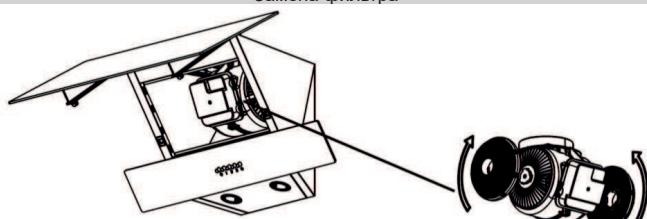

рис. 14
■ Чтобы установить угольный фильтр, каналы на крышке двигателя необходимо совместить с выступами на фильтре и повернуть на пол оборота по часовой стрелке. Чтобы снять фильтр, вы должны повернуть его против часовой стрелки на пол оборота. (рис. 14)